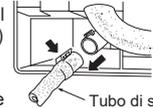

Figura 2
- 3) Estrarre il tubo di scarico sul lato posteriore sinistro dell'unità interna. (Figura 2)